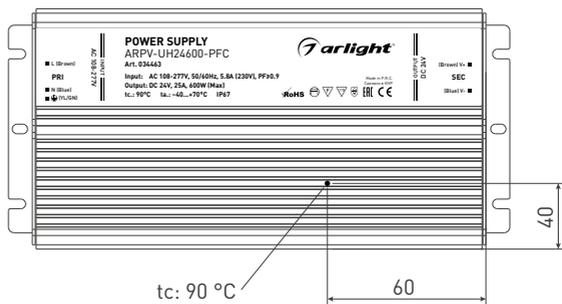

Рисунок 1. Расположение точки контроля температуры  $T_c$
- 3.9. Проверьте температуру корпуса источника питания. Максимальная температура корпуса источника в установившемся режиме не должна превышать  $T_c$  (рисунок 1). Если температура корпуса выше, необходимо уменьшить нагрузку, обеспечить лучшую вентиляцию или использовать более мощный источник питания. В случае непрерывной работы блока питания при нагреве корпуса до температуры  $T_c$  гарантийный срок сокращается до 5 лет.